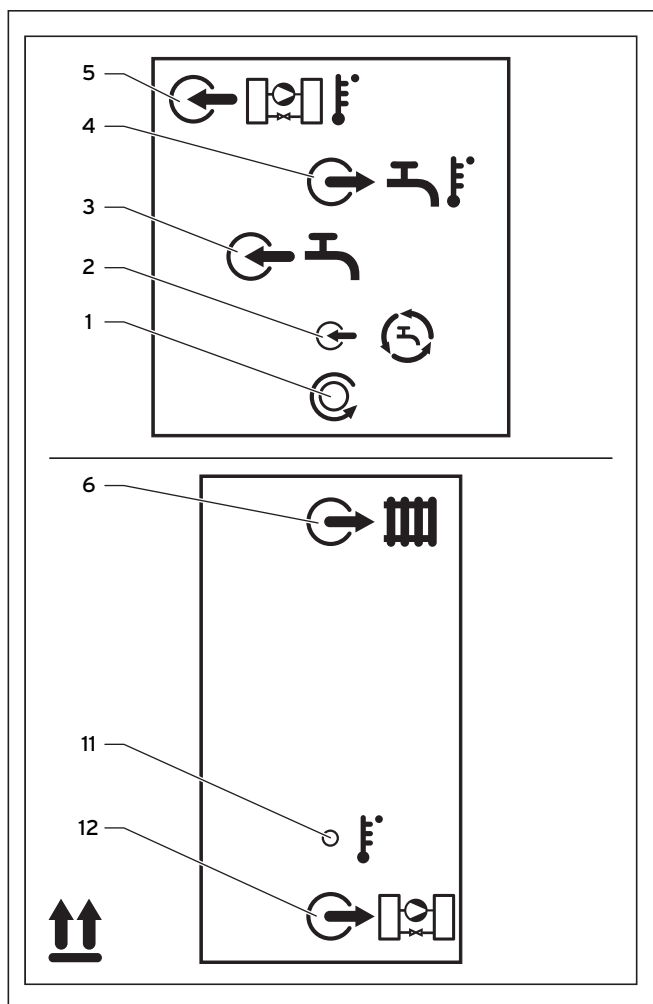

Rys. 2.1 Przyłącza armatury rurowej, widok z lewej
Zasobnik VDH 300/2 jest tzw. zbiornikiem dwupłaszczowym, tzn. zbiornik wewnętrzny (patrz rys. 2.1, poz. 9) jest przyspawany do zbiornika zewnętrznego (7). Oba zbiorniki dzieli szczelina pierścieniowa, przez którą może przepływać ok. 85